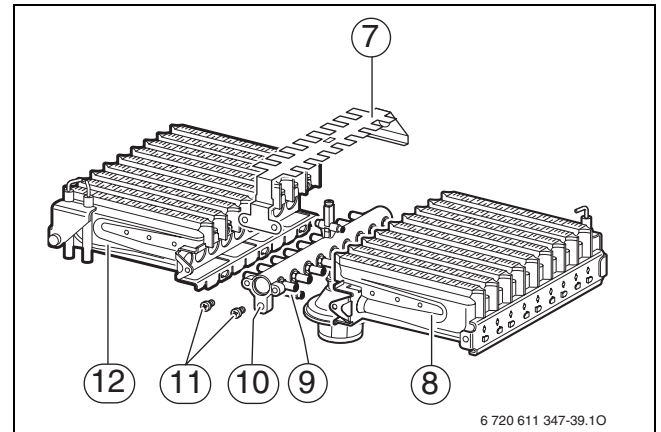

Fig. 50
- ▶ Îndepărtați șuruburile (11) (→ Fig. 50).
- ▶ Se scoate puntea de aprindere (7).
- ▶ Se îndepărtează șuruburile la punctele de fixare (9). Se scoate jumătatea stângă și cea dreaptă a arzătorului (12 și 8) de la corpul duzei (10).